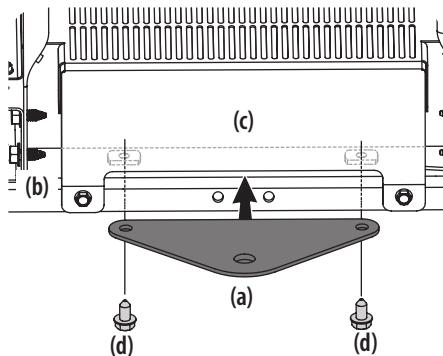

Figura 14
- Deslice la placa de enganche (a) entre el marco (b) y la cubierta trasera (c) de su jinete. Vea Figura 14.
- Cuando los orificios de la placa de enganche (a) y del bastidor (b) estén alineados, instale los dos tornillos hexagonales (d) a través del bastidor (b) y en la placa de enganche (a). Vea Figura 14.